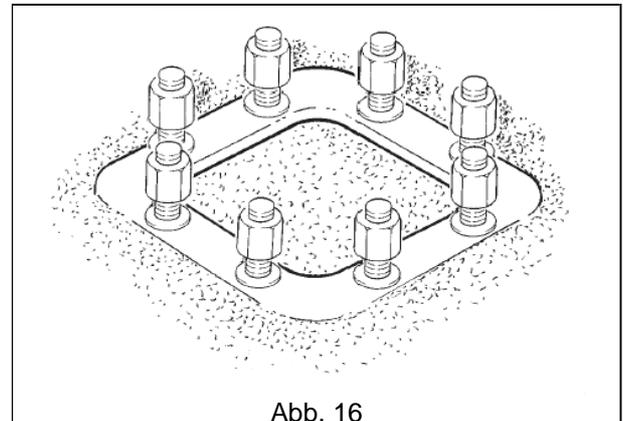

Abb. 16
3. Den so vorbereiteten Rahmen in den Betonguss des Sockels einlassen und darauf achten, dass die obere Platte bündig mit dem Boden abschließt (Abb. 16). Die Gewinde der Ankerschrauben schützen, damit sie nicht beschädigt werden.